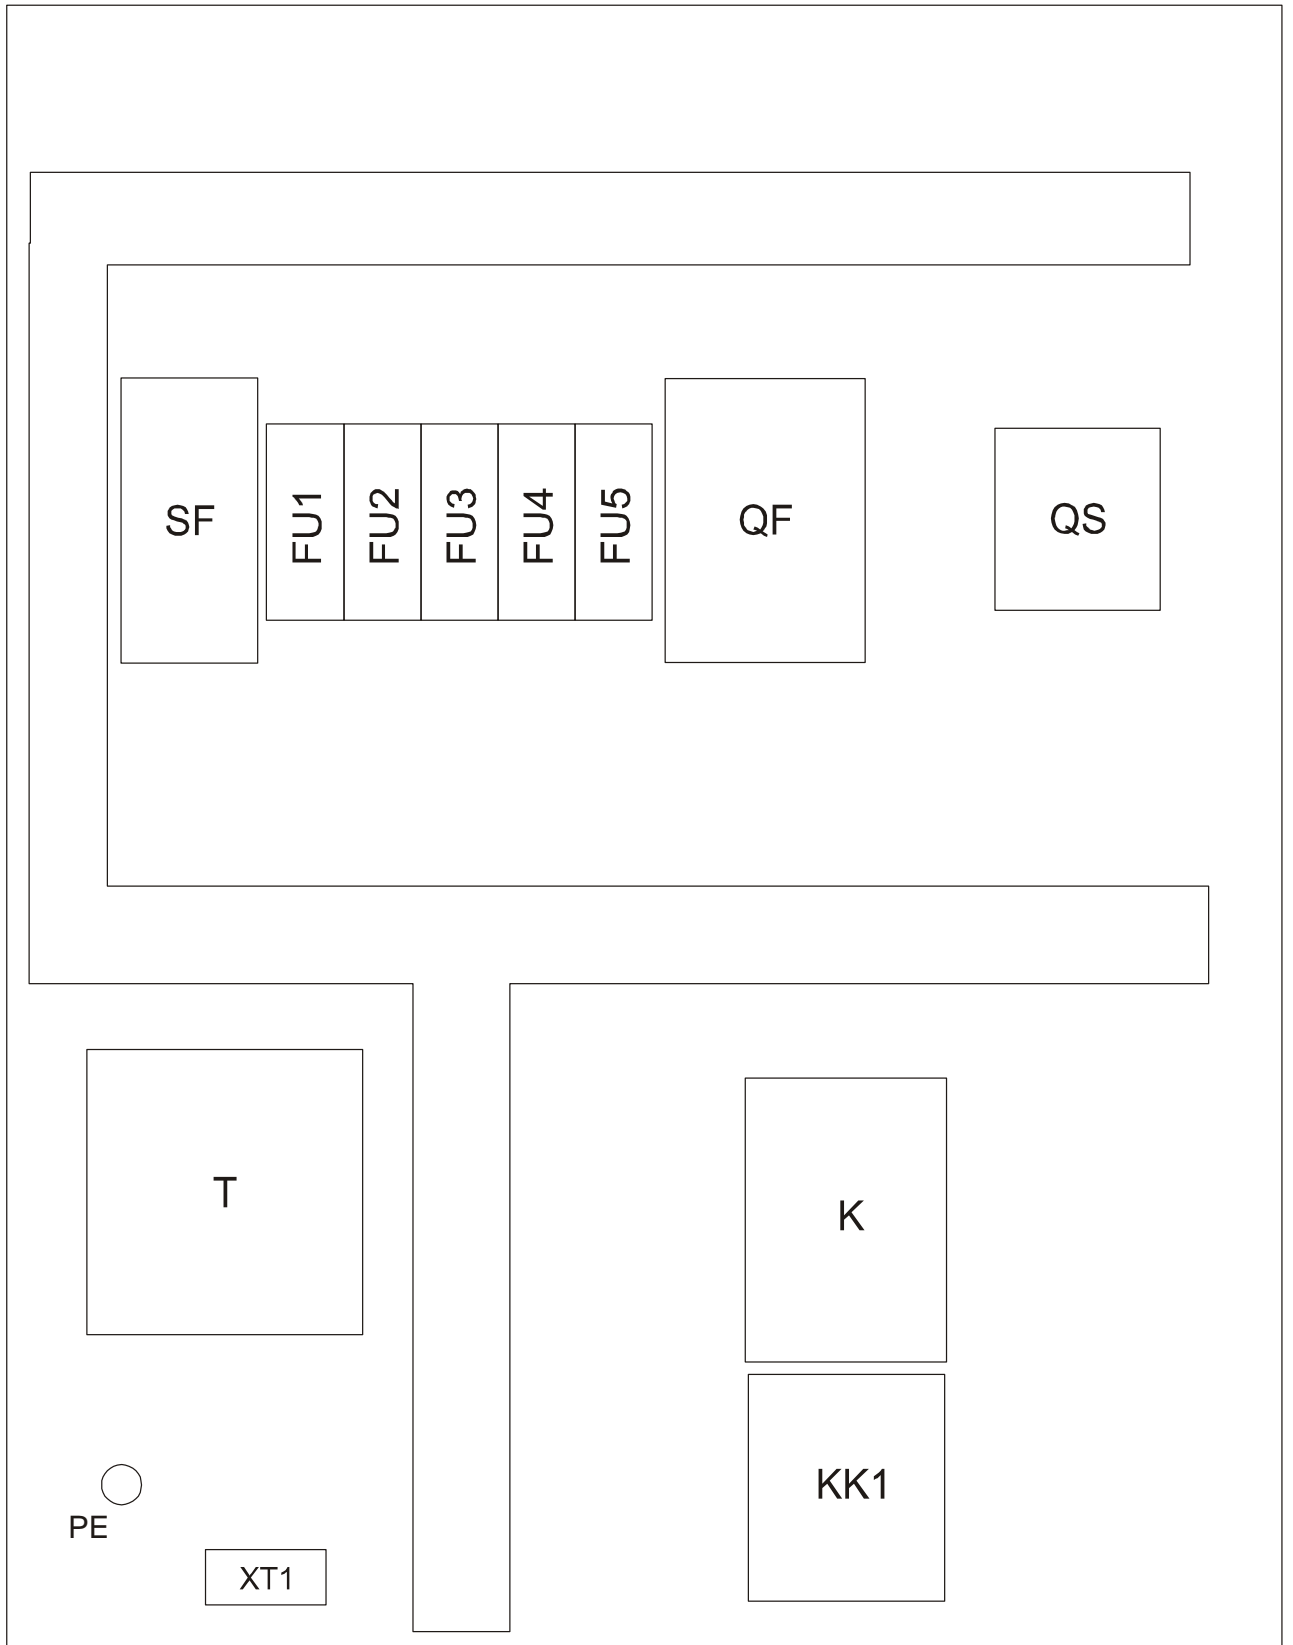

Рисунок 6 – Блок-схема платы монтажной компрессорной установки
**14 – Шкаф с электроаппаратурой** (см. рисунок 1) представляет собой короб закрытого типа с установленной платой, на которой смонтирована пуско–регулирующая аппаратура, и устройства защиты (блок – схему см. рисунок 6).
3) Плавкие предохранители FU1- FU5 – (см. рисунок 6) защита цепей управления и сигнализации;